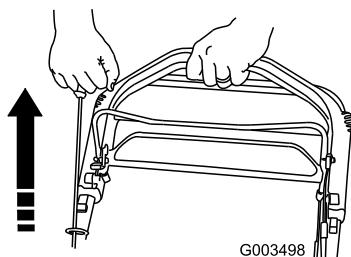

Figura 22
3. Tire del arrancador de retroceso (Figura 22).